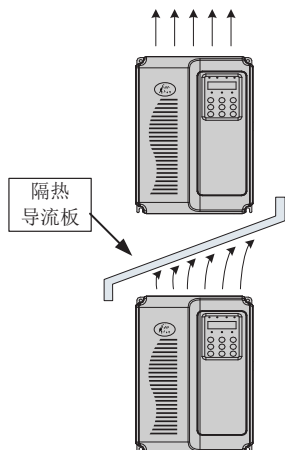

图3-2 隔热导流板安装示意图上下安装图
- 2) 请向上垂直安装变频器，便于热量向上散发。若柜内有多台变频器时，请并排安装。在需上下安装场合，请参考图3-2，安装隔热导流板。